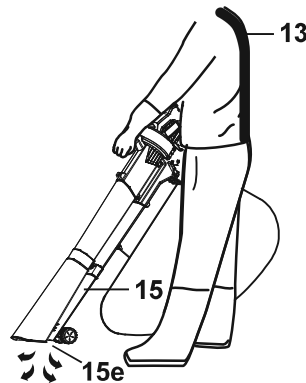

Fig. 10
2. Sujete siempre el producto por la empuñadura principal (7) y la empuñadura delantera (4).
3. Enganche el arnés (13) en la argolla para colgar (5) y llévelo colgado en el hombro.
4. Mantenga la boquilla (15e) del tubo inferior del soplador (15) unos 10 cm por encima del suelo y avance lentamente con un movimiento de barrido de lado a lado (Fig. 10).